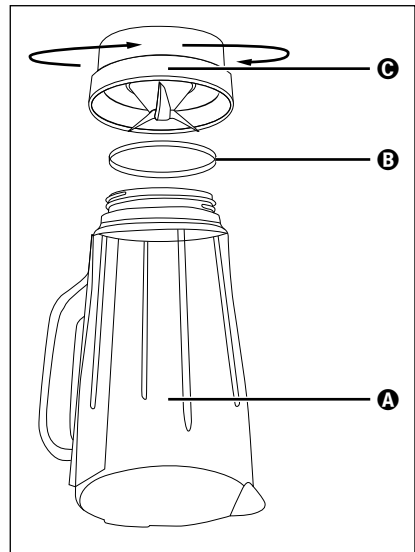

Abb. 4
- 2) Stellen Sie das Gerät auf den Kopf und drehen Sie das Plastikteil **6** des Mixaufsatzes **3** gegen den Uhrzeigersinn, so dass es sich vom Glasteil **A** des Mixaufsatzes **3** lösen lässt (siehe Abb. 4).